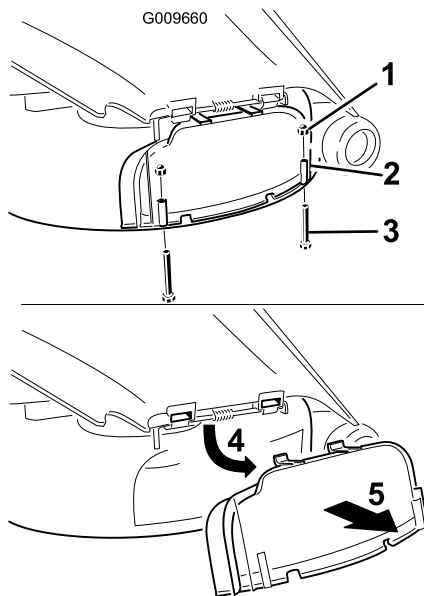

Figura 25
3. Retire los 2 pernos y tuercas que fijan la tapa de descarga al cortacésped (Figura 25).